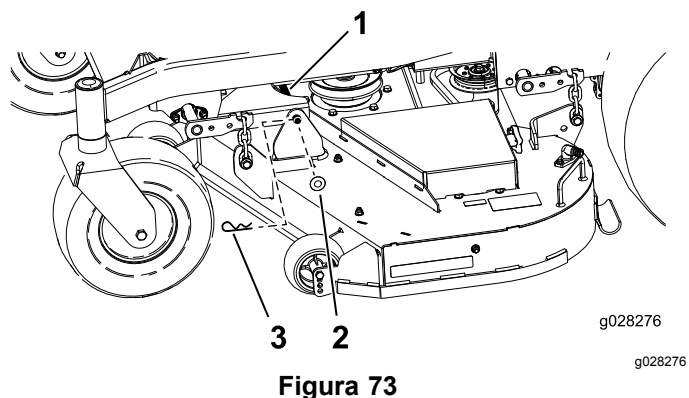

Figura 73
6. Rimuovete la coppiglia e la rondella che fissano il perno d'attacco al telaio e al piatto e rimuovete la barra d'attacco (Figura 73).
9. Fissate il perno d'attacco con le coppiglie e le rondelle rimosse in precedenza (Figura 73).